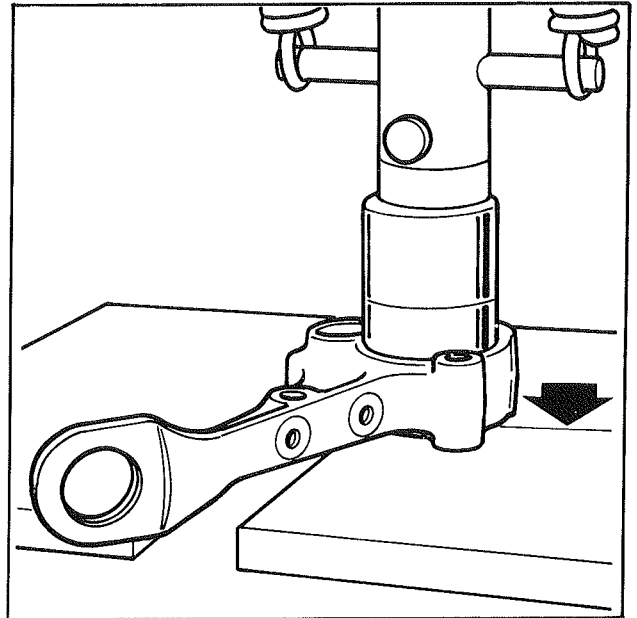

Fig. 4
- Emmancher le silentbloc neuf à la presse hydraulique à l'aide de l'outil 20903 U jusqu'au contact avec la table de la presse (Fig. 4)